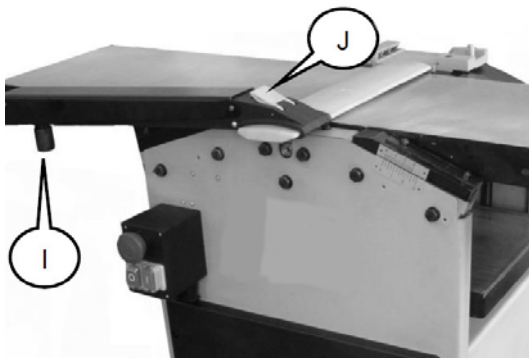

Fig.20: Ajuste de la tapa del eje de la cortadora
Paso 4: Ajuste la protección de puenteo del eje de la cepilladora con el tornillo moleteado (I, Fig.20).
Paso 5: Aflojando la perilla de bloqueo (J, fig.20), el corte El protector de la hoja del cabezal del ter se puede mover hacia los lados y el protector de la hoja se puede ajustar al ancho correcto.
Paso 6: una vez realizados los ajustes, vuelva a apretar el pomo de bloqueo (J, Fig.20).